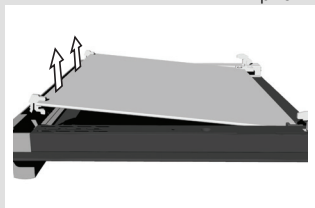

рис. 3
- Чтобы снять внутреннее третье стекло (в некоторых моделях), приподнимите его и извлеките. Также снимите прокладки со стекла (рис. 3).